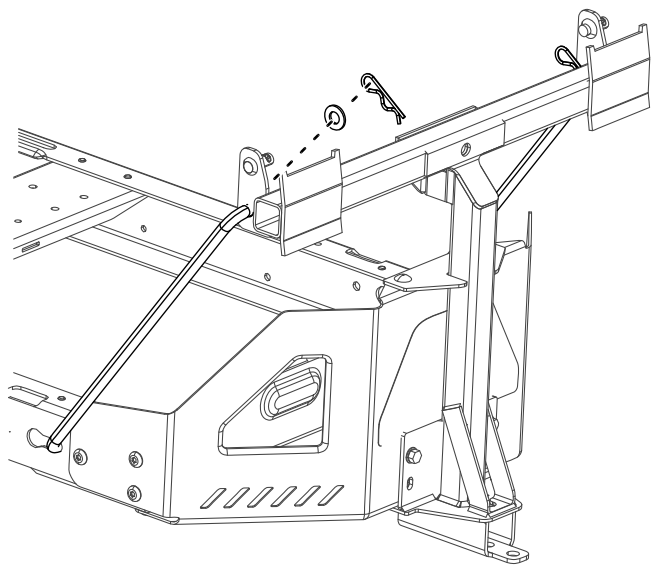

Figura 10
mueva la varilla hacia atrás para encajarla en el bastidor (Figura 10).
5. Introduzca los extremos doblados de las varillas en la placa de enganche, según se indica en Figura 10, y sujete el extremo de cada varilla con una arandela y una chaveta.
2. Instale los soportes de giro sobre el bastidor de giro (Figura 10).